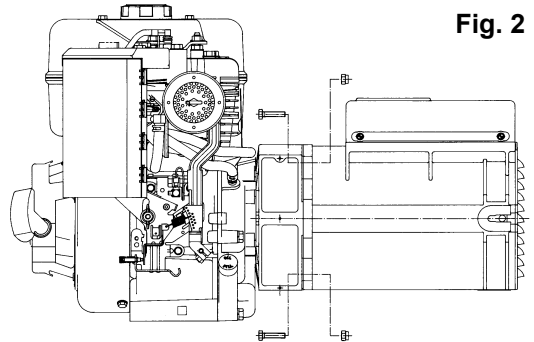

Fig. 2
-) bloccare l'alternatore sul coperchio fissando i quattro dadi M8 sui tiranti, applicando una coppia di pari a $16 \pm 7\%$ Nm (fig. 2).
-) lock the alternator into the cover by fixing the four M8 nuts onto the bolts, applying a tightening torque of $16 \pm 7\%$ Nm (fig. 2).
-) bloquer l'alternateur sur le couvercle en fixant les quatre écrous M8 sur les tirants, en appliquant un couple de serrage de $16 \pm 7\%$ Nm (fig. 2).
-) den Umwandler auf dem Deckel befestigen und ihn mit Hilfe der vier Schraubmutter M8 an den Zugstangen befestigen bei Aufbringen eines Anzugsmoments von $16 \pm 7\%$ Nm (Abb. 2).
-) sujete el alternador en la tapa fijando las cuatro tuercas M8 en los tirantes, aplicando un par de torque de $16 \pm 7\%$ Nm (fig. 2).